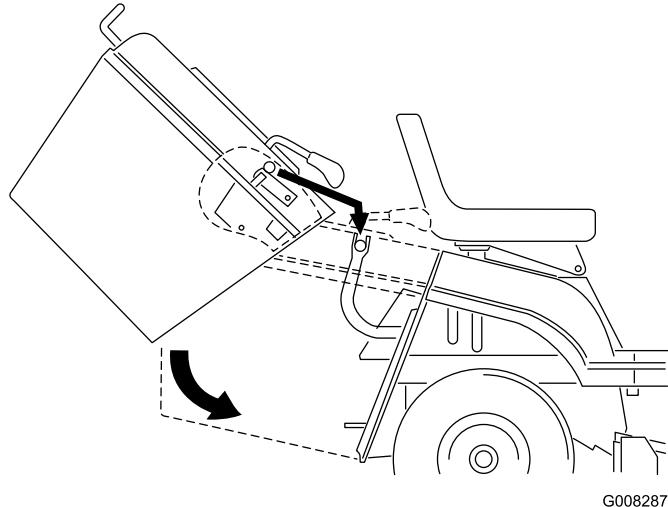

Figura 38
1. Usando ambas manos, incline el recogehierbas hacia adelante (Figura 38).
2. Incline el recogehierbas hacia adelante aproximadamente 40 grados, y deslícelo sobre los dos soportes de la parte trasera de la máquina (Figura 38).